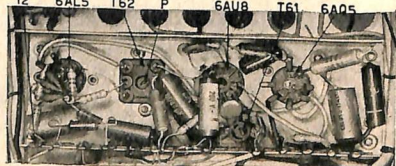

Fig. 26 - Vista delle sezioni suono N. 7817 e N. 7819, di sopra e di sotto.
- 1) si sintonizza accuratamente il televisore sul segnale della stazione TV, regolando il contrasto ad un valore normale; si collega il voltmetro (portata 10 V a fondo scala) col positivo a massa e il negativo al punto-prova TP1 (griglia limitatore, vedi schema elettrico); si regola poi la vite superiore della bobina del limitatore T61, accessibile sopra il telaio come indica la fig. 26, fino ad ottenere la massima uscita; questa deve essere di circa -3 volt; regolare di nuovo la sintonia fine accuratamente in modo da ottenere questo valore. Regolare di nuovo la vite della bobina fino ad ottenere la massima uscita;
- 2) si collega il terminale negativo del voltmetro al terminale n. 12 della piastrina porta-resistenze del telaio (che è collegato al contatto n. 2 della valvola 6AL5, vedi fig. 26).
Si regola la vite inferiore (primario) del trasformatore rivelatore N. 7654 (T62 indicato nella fig. 26) fino ad ottenere la massima uscita;